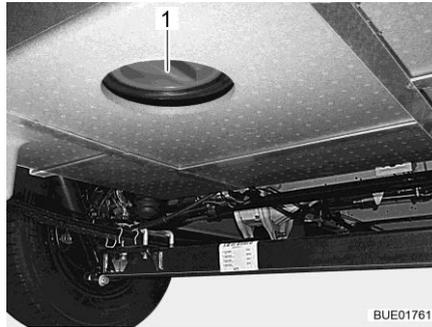

Fig. 282 Orificio de limpieza (depósito de aguas residuales)
- Abrir el orificio de limpieza (Fig. 282,1) del depósito de aguas residuales y la llave de desagüe.